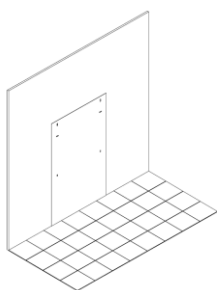

Fig. 3
1. Posez le gabarit en carton sur le mur et marquez les endroits à percer (Fig. 3)